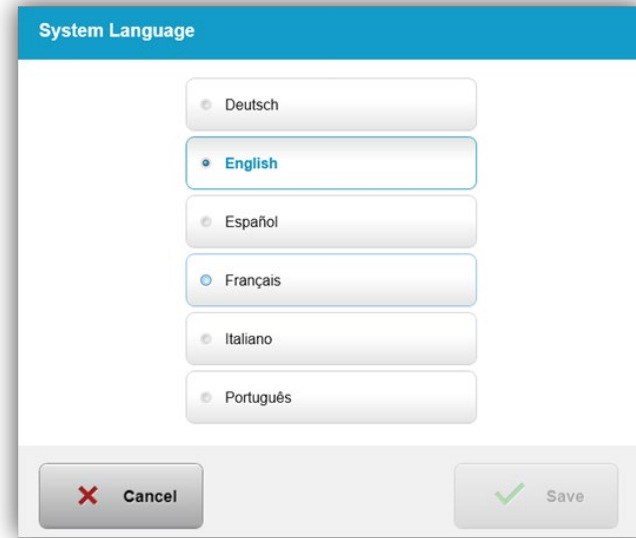

Figura 3-53. Como editar o idioma do sistema
- Selecione o idioma desejado no menu, conforme mostrado na Figura 3-53.